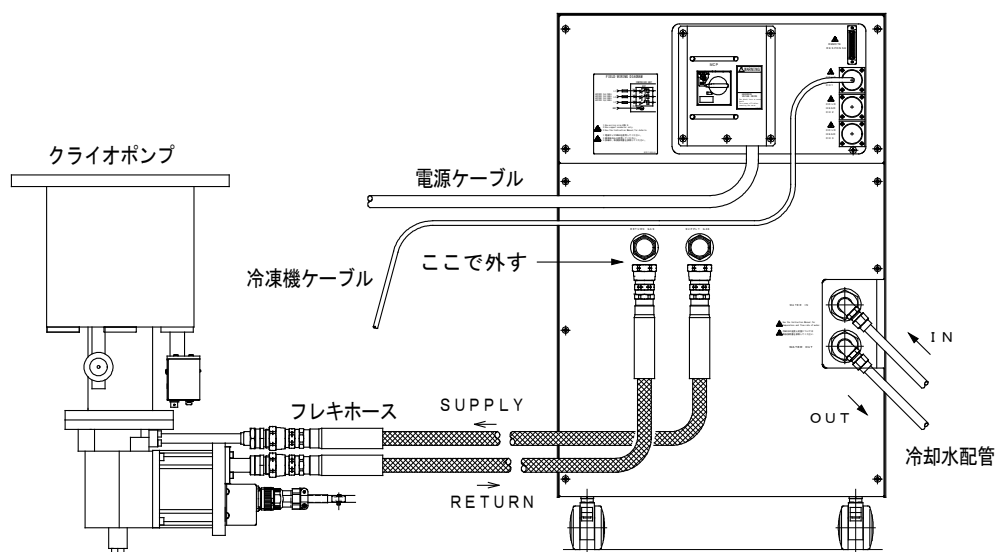

図 8-2 フレキシホースの切り離し
3. 停止したらずぐに、コンプレッサユニット側のSUPPLY、RETURNのフレキホースをはずしてください（図8-2）。